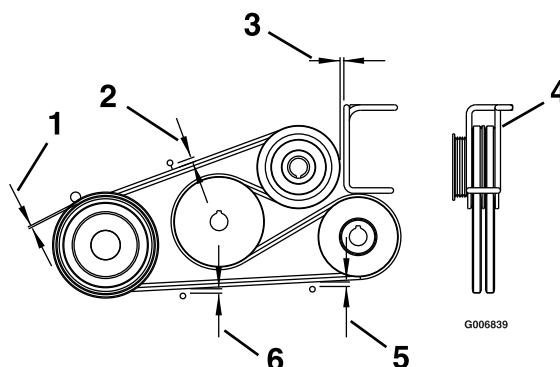

Figura 62
4. Regolate i guidacinghia come mostrato in Figura 62